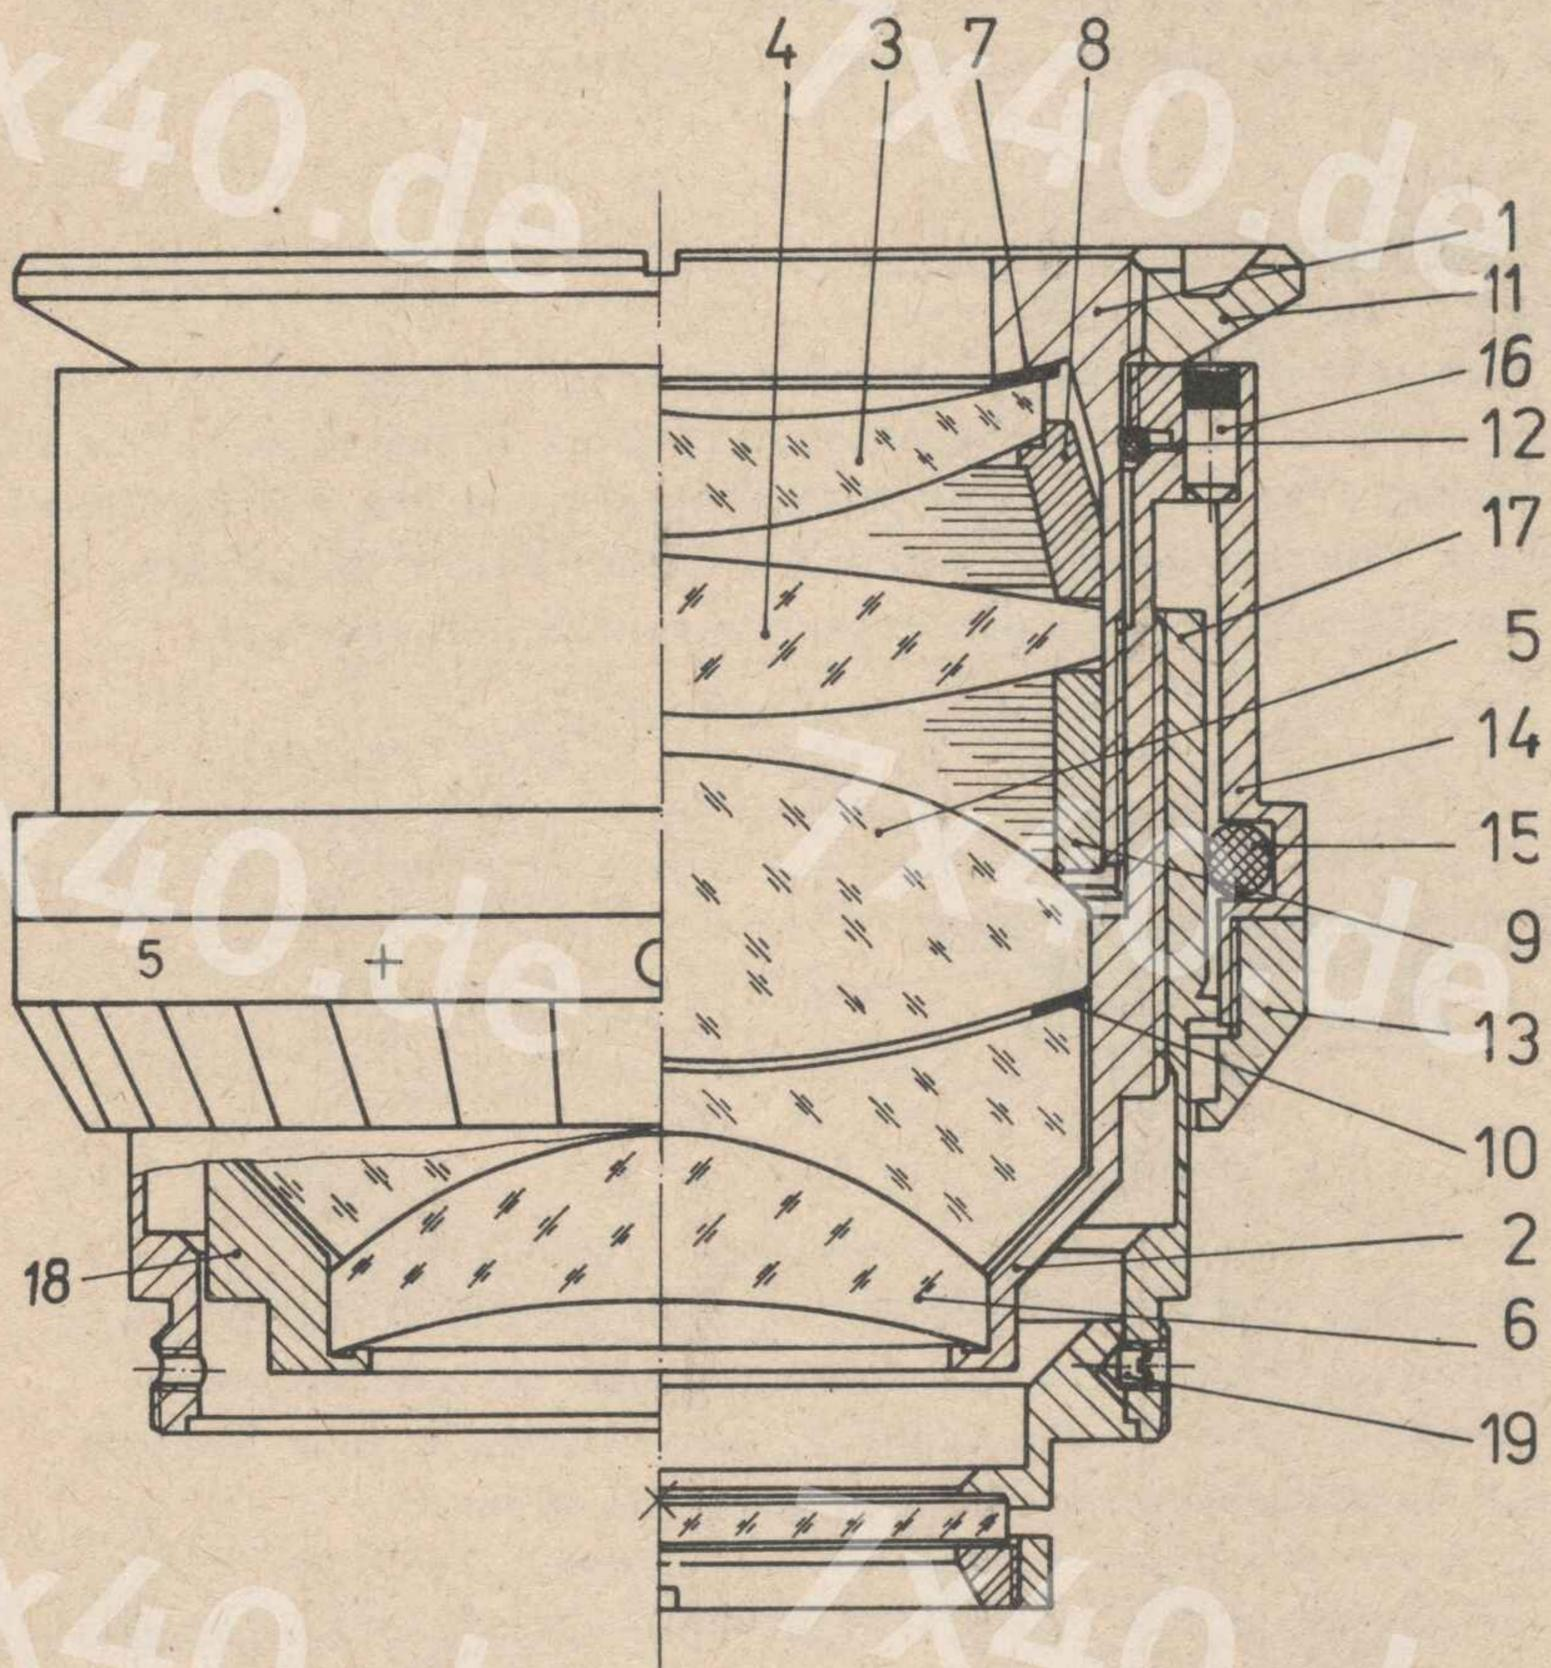
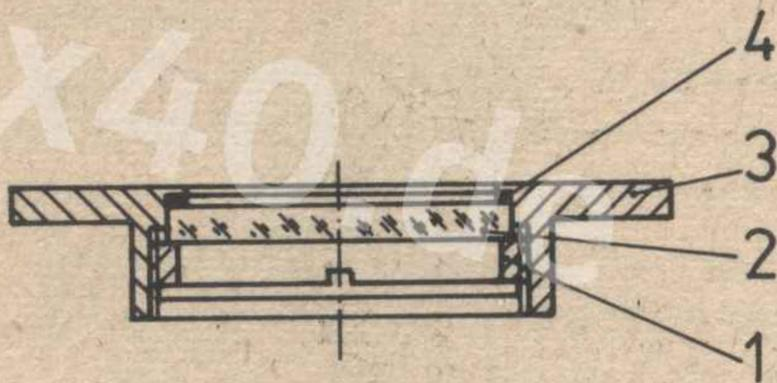
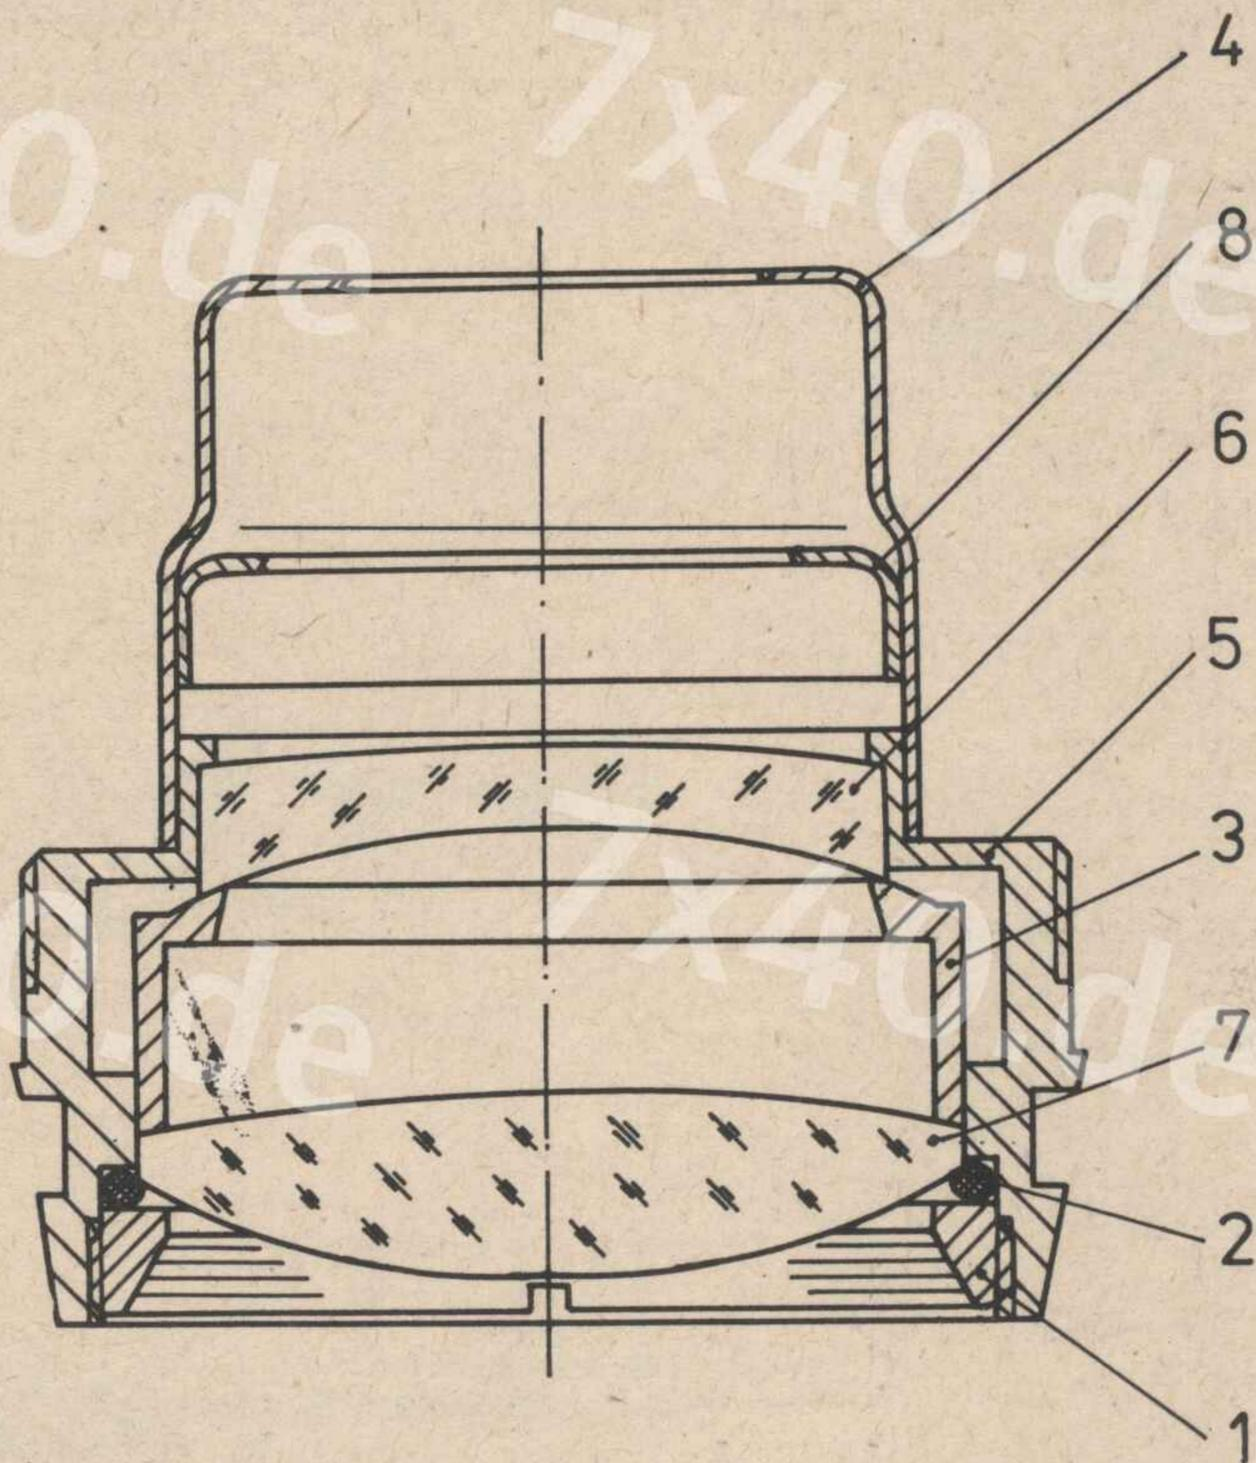
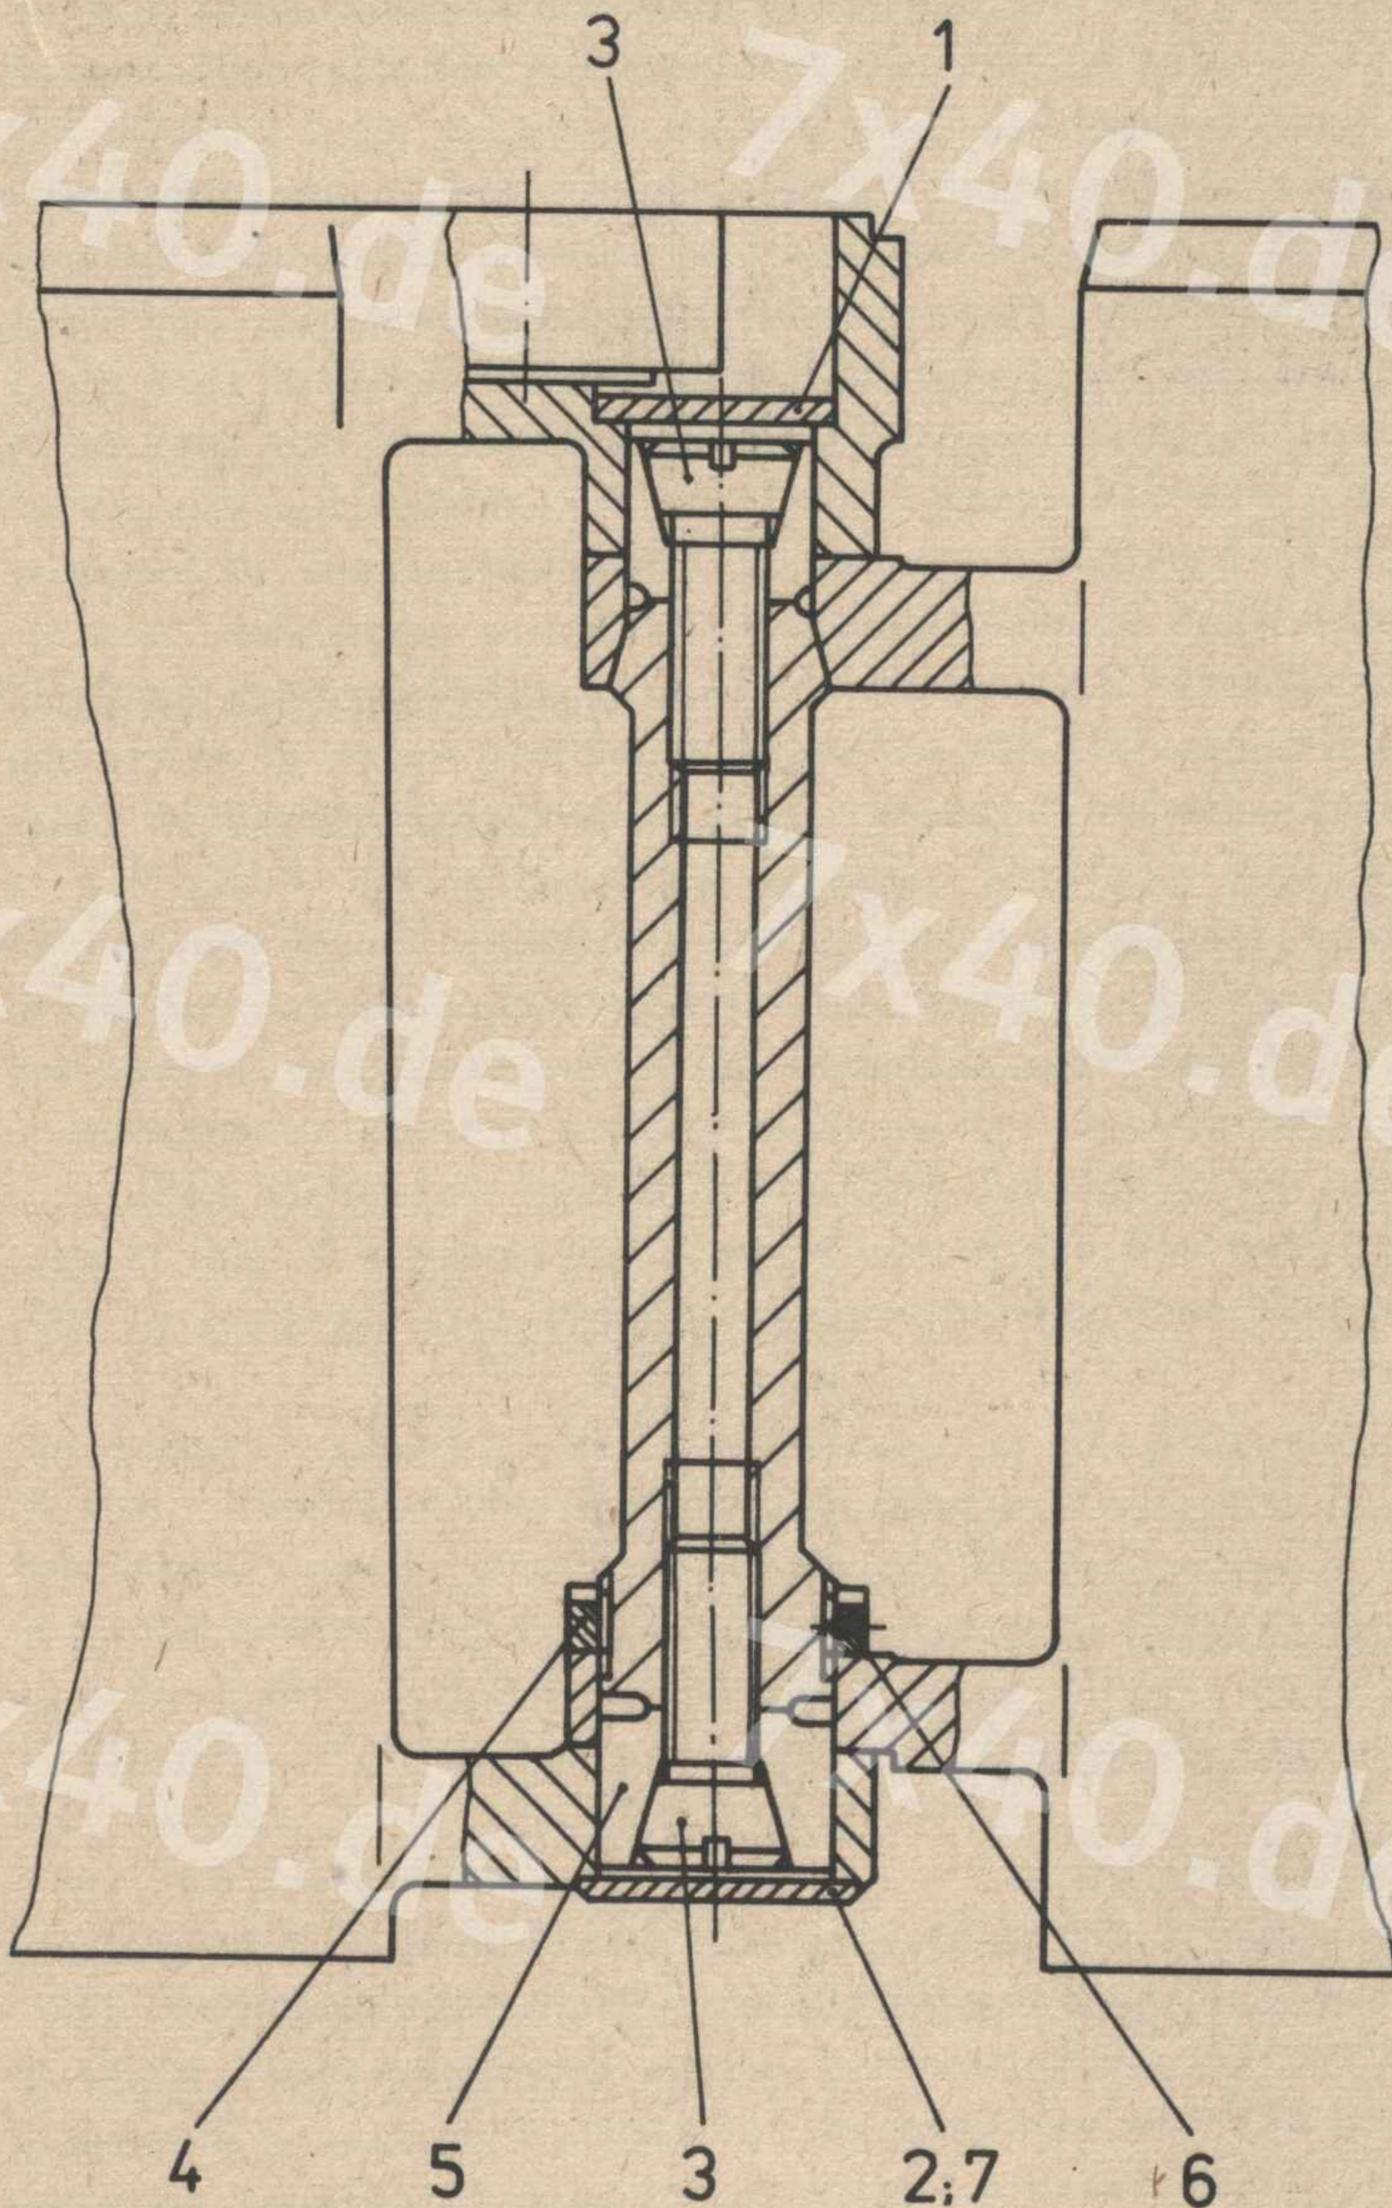

Bild 2 Okular
Bild 3 Filter
Bild 4 Objektiv
Bild 7 Gelenk
Die EDF 7x40 und EDF 7x40 oB sind jeweils auf der Scheibe 2 (Bild 7) oder 7 mit der Fabrikationsnummer und dem Baujahr gekennzeichnet, wobei das Baujahr durch einen Buchstaben angegeben ist: A - 1981, B - 1982, C - 1983, D - 1984, E - 1985, F - 1986, G - 1987, H - 1988, I - 1989, K - 1990, L - 1991, M - 1992, N - 1993, O - 1994, P - 1995, R - 1996, S - 1997, T - 1998, U - 1999. Diese Kennzeichnung ist gleichzeitig die Grundlage für den periodischen Wechsel der Beleuchtung im EDF 7x40 bei Erreichen der Lebensdauergrenze.
Zum Ausbauen der gefaßten Strichplatte 26 zuerst das rechte Okular 12 ausbauen. Danach die drei Gewindestifte 19 (Bild 2) ungefähr 1 mm herausschrauben und die gefaßte Strichplatte 26 (Bild 1) aus dem Okular 12 herausnehmen.
Zum Auseinanderbauen des Filters die Lagesicherung des Vorschraubringes 1 (Bild 3) mit Lösungsmittel Finital einstreichen. Die Filterfassung 3 in die Aufnahme W536 einlegen und mit dem Schlüssel W543 den Vorschraubring 1 herausschrauben. Danach das Filter 2 und den Dichtring 4 aus der Filterfassung 3 herausnehmen.
Zur Demontage des Objektivs den Vorschraubring 1 (Bild 4) mit dem Schlüssel W518 herausschrauben und mit der Füllaufnahme W516 den Dichtring 2, die Linse 7, den Zwischenring 3 und die Linse 6 herausnehmen. Wenn notwendig, das Blendrohr 4 mit der Blende 8 von der Objektivfassung 5 abziehen.
Vor der Demontage des Okulare alle zu lösenden, lagegesicherten Teile an den Fügstellen mit Lösungsmittel Finital einstreichen. Nach einer Einwirkzeit von 10 min den Ring 11 (Bild 2) mit dem Schlüssel W508 abschrauben. Den Dioptrienring 13 mit der Zylinderzange W510 und dem Schlüssel W538 vom Grifferring 14 lösen und abschrauben. Den Grifferring 14 nach oben abziehen und den Rundring 12 abnehmen. Danach das Okular aus dem Tubus 17 herausschrauben. Nach dem Anlösen mit Lösungsmittel Finital die Fassung 1 mit dem Schlüssel W506 aus der Fassung 18 oder der Fassung 2 lösen und herausschrauben. Dabei das Okular in waagerechter Lage halten, um ein Herausfallen der Linsen zu vermeiden. Das Füllrohr W504 von oben in die Fassung 18 oder in die Fassung 2 einsetzen, umdrehen und so bewegen, daß die Linsen 5 und 6 sowie
Zur Demontage des Gelenks das Filter abnehmen. Danach den Deckel 1 (Bild 7) mit einer Bohrung von 2 mm versehen und den Deckel mit Hilfe eines Stahlstiftes ausheben. Die zwei Gewindestifte 6 aus der Vorschraubmutter 4 herausschrauben und die Vorschraubmutter 4 mit dem Schlüssel W527 abschrauben. Die obere Kegelschraube 3 lösen und die Achse 5 sowie die Scheibe 2 oder 7 mit dem Bolzen W537 nach unten herausschlagen.
a) Kegelschrauben 3 (Bild 7), die zur Einstellung der Gängigkeit des Gelenkes vorhanden sind, haben sich gelockert.
Achse 5 (Bild 7) hat sich durch Verschmutzung oder Beschädigung festgefressen oder Gelenkarme sind durch Beschädigung verspannt. - Gelenk demontieren, alle Teile säubern und beschädigte Teile austauschen. Vor dem Zusammenbau die Achse 5 mit Schmierfett OKB 122-7 fetten.
Dichtringe 2 (Bild 4), 7 (Bild 2), 12 und 15 im Objektiv und Okular abgenutzt, Fett an den Fügestellen, Okular- und Objektivbefestigung im Gehäuse ausgelaufen, Dichtheit der geklebten Deckel 17 (Bild 1) und 1 (Bild 7) nicht mehr gegeben, Dichtheit des Filters 23 (Bild 1) mit Dichtung 37 zum Gehäuse, links, 15 oder des Filters 2 (Bild 3) mit Dichtung 4 zur Filterfassung nicht mehr gegeben, Dichtheit an der Beleuchtungsregulierung mit Dichtung 33 (Bild 1) nicht mehr gegeben, Dichtheit an der Öffnung für den Abdrückstutzen zwischen Schraube 36 und Dichtung 37 zum Gehäuse, rechts, 14 oder Gehäuse, links, 15 nicht mehr gegeben. - Kaltkitt 304 an der Schraube 36 entfernen. Schraube 36 und Dichtung 37 entfernen. Abdrückstutzen einschrauben, Druckmanometer PG 7 anschließen und inneren Überdruck von 50,7 kPa erzeugen. Durch Einstreichen der möglichen Fehlerstellen mit einer Seifenwasserlösung die undichte Stelle ermitteln. Die fehlerhafte Baugruppe oder Fehlerstelle demontieren. Nach Auswechseln der fehlerhaften Teile sowie Beseitigen der Feuchtigkeit im Innenraum die Montage vornehmen.
Die Linse 6 (Bild 4) in die Fischaufnahme W514 und die Linse 7 in die Fischaufnahme W515 aufnehmen und auf der Roulette W909 mit einem Gemisch aus 76 % Diäthyläther AB DDR und 24 % Brennspritus säubern. Die Linse 6 mit der Füllaufnahme W516 in die Fassung 5 einsetzen und den leicht mit Schmierfett OKB 122-7 gefetteten Rundring 2 einlegen. Den Vorschraubring 1 mit dem Schlüssel W518 in die Fassung 5 einschrauben, fest anziehen und am Gewindeende mit Sicherungslack CZ 2001 lagesichern. Die innere Sauberkeit kontrollieren und bei Notwendigkeit herstellen. Zum Überprüfen der Dichtigkeit den Abdruckstutzen aufschrauben, das Druckmanometer PG 7 anschließen und einen inneren Überdruck von 50,7 kPa erzeugen; Druckabfall ist nicht zulässig.
Die Linse 5 (Bild 2) in die Fischaufnahme W502 aufnehmen, fischen (mit Äther-Brennspritus-Gemisch) und in das Füllrohr 1 W504 einlegen. Den Distanzring 10 in das Füllrohr 1 W504 einlegen. Die Linse 6 in die Fischaufnahme W501 aufnehmen, fischen und ebenfalls in das Füllrohr 1 W504 einlegen. Die Fassung, rechts, 2 oder die Fassung, links, 18 auf das Füllrohr 1 W504 setzen und füllen. Die gefüllte Fassung abdecken.
Die an den Gleitflächen mit Schmierfett OKB 122-7 versehene Achse objektivseitig durch die übereinander geführten und gefetteten Gelenkaugen der Gehäuseteile einführen. Die Vorschraubmutter 4 (Bild 7) aufstecken und danach in die okularseitigen Gelenkaugen einführen. Das Gewinde an der Achse 5 zum Gelenkarm mit Sicherungslack CZ 2001 versehen und die Vorschraubmutter mit dem Schlüssel W527 festschrauben. Beim Festschrauben die Gelenkarme nur so vorspannen, daß keine axiale Lose der Fernrohrhälften vorhanden ist. Zwei Gewindestifte 6 zur Sicherung der Vorschraubmutter einschrauben. Zwei Kegelschrauben 3 einsetzen und durch wechselseitiges Anziehen die Gängigkeit des Gelenkes einstellen. Den Deckel 1 mit Sicherungslack CZ 4-002 und die zum EDF gehörende Scheibe 2 oder 7 mit Chemisol (L 1504), bei einem Augenabstand von 65 mm in waagerechter Lage, einkleben.